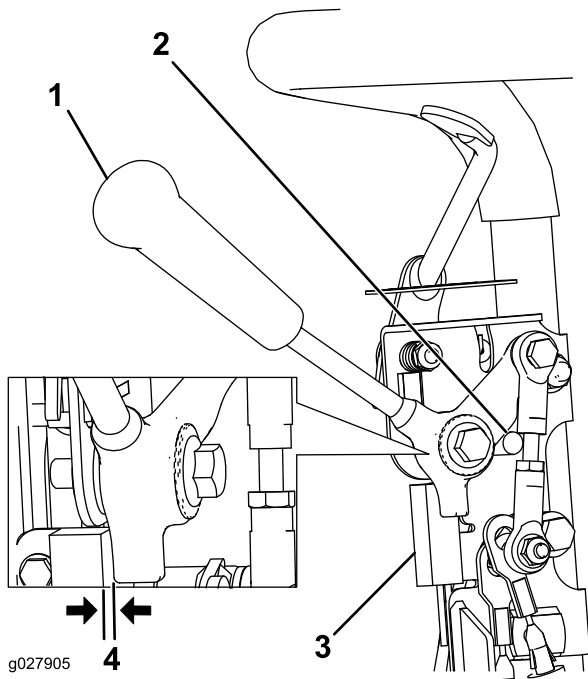

图30
1. 确保发动机关闭、牵引杆处于“已分离”位置且机器停放在“空档停止”位置（图30）。
2. 松开联锁开关紧固件（图30）。
3. 在牵引杆与联锁开关之间放入 0.8mm 厚的塞尺（图30）。